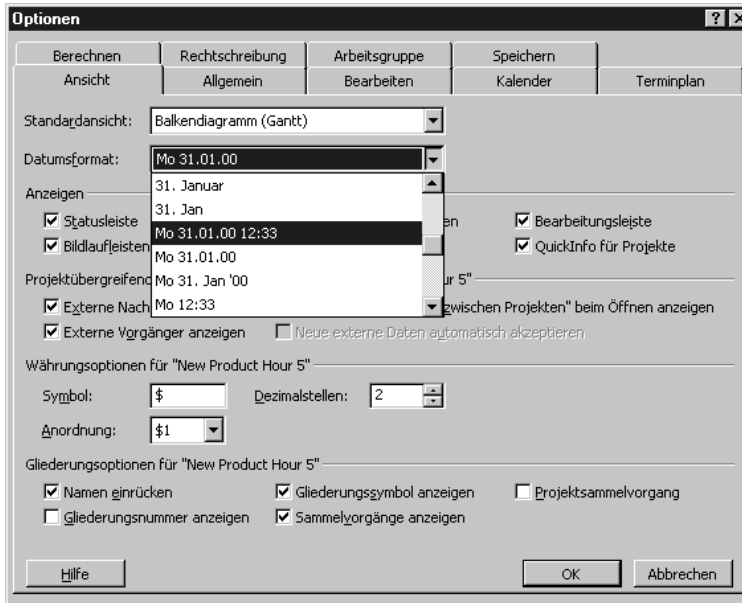

Abbildung 4.3:
2. Klicken Sie den Pfeil im Listenfeld DATUMSFORMAT an und wählen Sie ein Format aus (siehe Abbildung 4.3). Die dritte Möglichkeit in der Liste zeigt sowohl Datum als auch Tageszeit an.